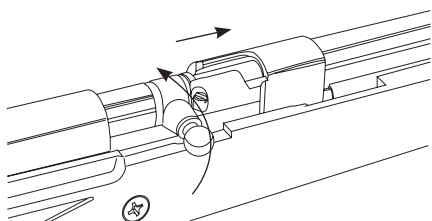

Fig. 9
- Rote la palanca en sentido del reloj y presione hacia delante. (Fig. 9)